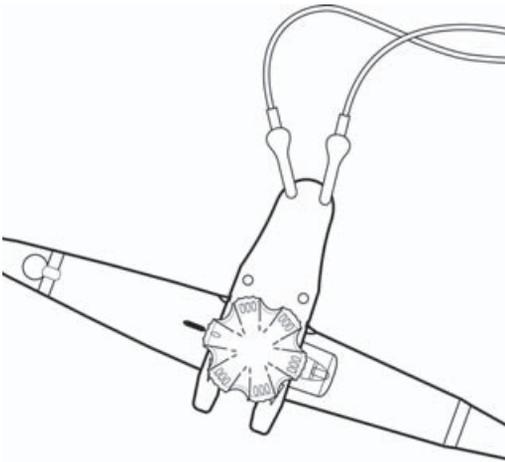

Figura 21 Ligação da ferramenta de teste de perfuração
- b** Conecte os fios condutores vermelhos à ferramenta de teste de perfuração conforme exibido na Figura 21.